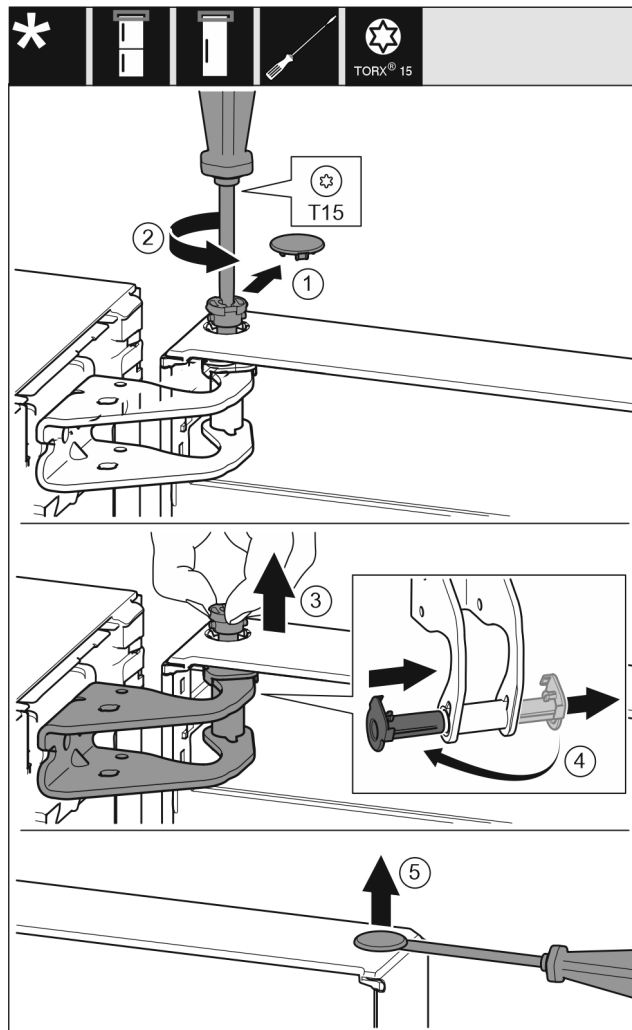

Fig. 10
- ▶ Τραβήξτε προσεκτικά το κάλυμμα ασφάλισης. Fig. 10 (1)
- ▶ Ξεβιδώστε λίγο τον πείρο με κατσαβίδι T15. Fig. 10 (2)
- ▶ Συγκρατήστε την πόρτα και τραβήξτε έξω τον πείρο με τα δάκτυλα. Fig. 10 (3)
- ▶ Τραβήξτε το κουζινέτο από τον οδηγό. Τοποθετήστε το στην άλλη πλευρά και κουμπώστε το. Fig. 10 (4)
- ▶ Ανασηκώστε προσεκτικά και τραβήξτε έξω την τάπα από το κουζινέτο της πόρτας με ένα ίσιο κατσαβίδι. Fig. 10 (5)